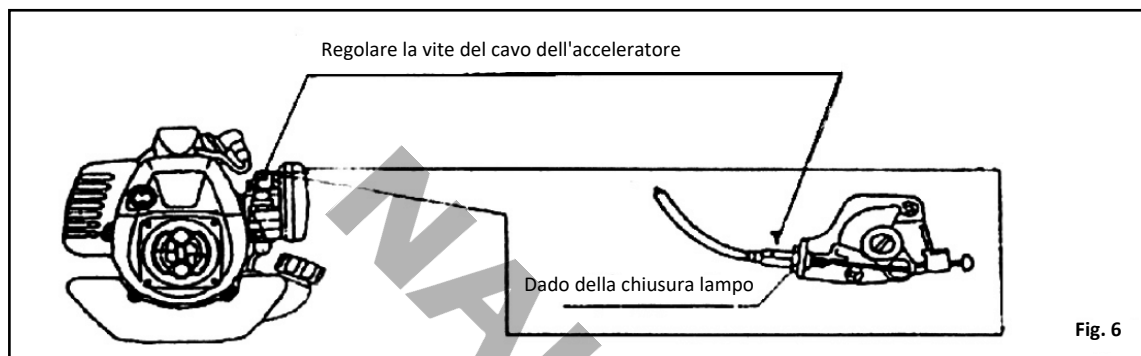

Fig. 6
(2) Cavo regolatore dell'acceleratore (Fig. 6)